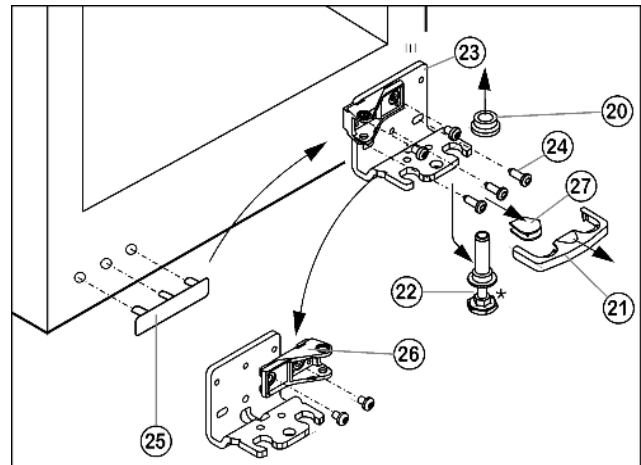

Fig. 7
- ▶ Предохранитель Fig. 7 (21) снимите движением вперед.
- ▶ Снимите крышку Fig. 7 (27).\*
- ▶ Полностью вверните регулируемую опору Fig. 7 (22).
- ▶ Вытяните опорный палец Fig. 7 (22) вниз и вперед. При этом следите за гнездом шарнира Fig. 7 (20).
- ▶ Открутите опорный кронштейн Fig. 7 (23) (3 шт. Torx 25) Fig. 7 (24).
- ▶ Осторожно приподнимите и переставьте крышку со стороны ручки Fig. 7 (25).
- ▶ Снова прикрутите опорный кронштейн Fig. 7 (23) на новой стороне шарнира при необходимости с помощью аккумуляторного шуруповерта.
- ▶ Открутите опорную деталь Fig. 7 (26) и прикрутите снова с поворотом на 180°.
- ▶ Установите крышку Fig. 7 (27) на противоположной стороне.\*
- ▶ Предохранитель (21) нужно зафиксировать сбоку на кронштейне, чтобы опорный палец и двери были защищены от выпадения.
- ▶ Снова установите предохранитель (21) на опорном кронштейне.
- ▶ Наденьте гнездо шарнира Fig. 7 (20).